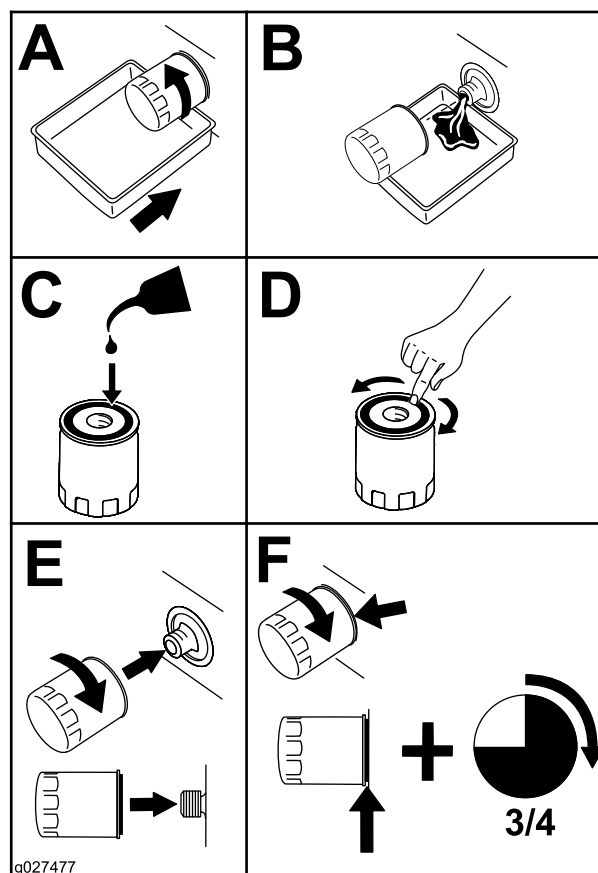

Figura 33
- Înlocuiți filtrul de ulei de motor (Figura 33).